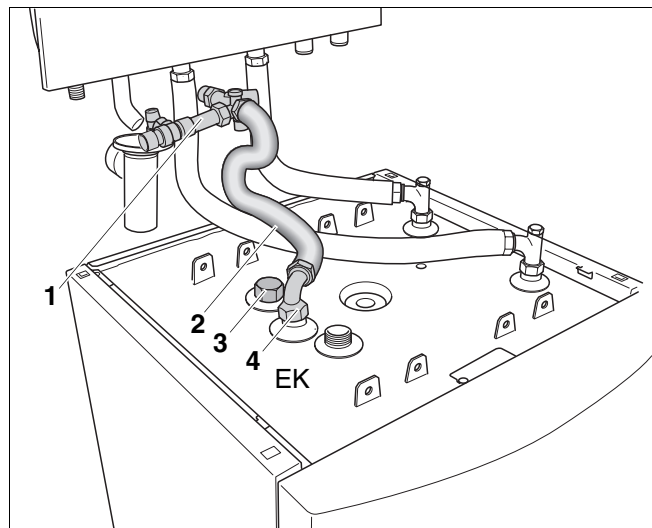

Abb. 15 Kaltwasser-Anschlussrohr montieren
VORSICHT! ● Wenn Sie keine Zirkulation am EZ-Anschluss anschließen, verschließen Sie den EZ-Anschluss mit einer Kappe (Abb. 15, **Pos. 3**).
- Anschlusswinkel (Abb. 15, **Pos. 4**) am Speicheranschluss (EK) eindichten.
- Anschlusswinkel (Abb. 15, **Pos. 4**) ca. 45° nach rechts ausrichten (siehe Abb. 15).
- Vorgebogenen Kaltwasser-Wellenschlauch (Abb. 15, **Pos. 2**) mit Dichtungen zwischen die Sicherheitsgruppe (Abb. 15, **Pos. 1**) und den Anschlusswinkel (Abb. 15, **Pos. 4**) am Speicher-Wassererwärmer (EK) einschrauben.
- VORSICHT!** ● Prüfen Sie ob der EZ-Anschluss mit einer Kappe (Abb. 15, **Pos. 3**) verschlossen ist.